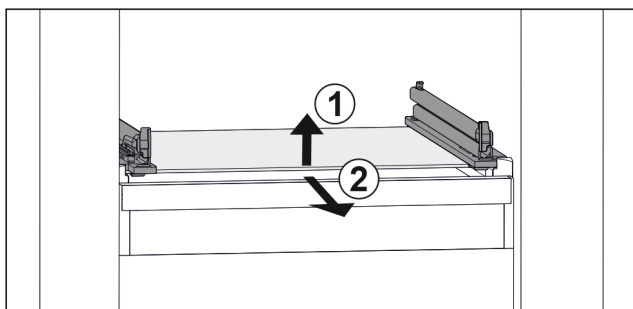

Fig. 112 Příklad znázornění skleněné desky
- ▶ Nadzvedněte skleněnou deskou vpředu. Fig. 112 (1)
- ▶ Vyjměte skleněnou deskou dopředu. Fig. 112 (2)